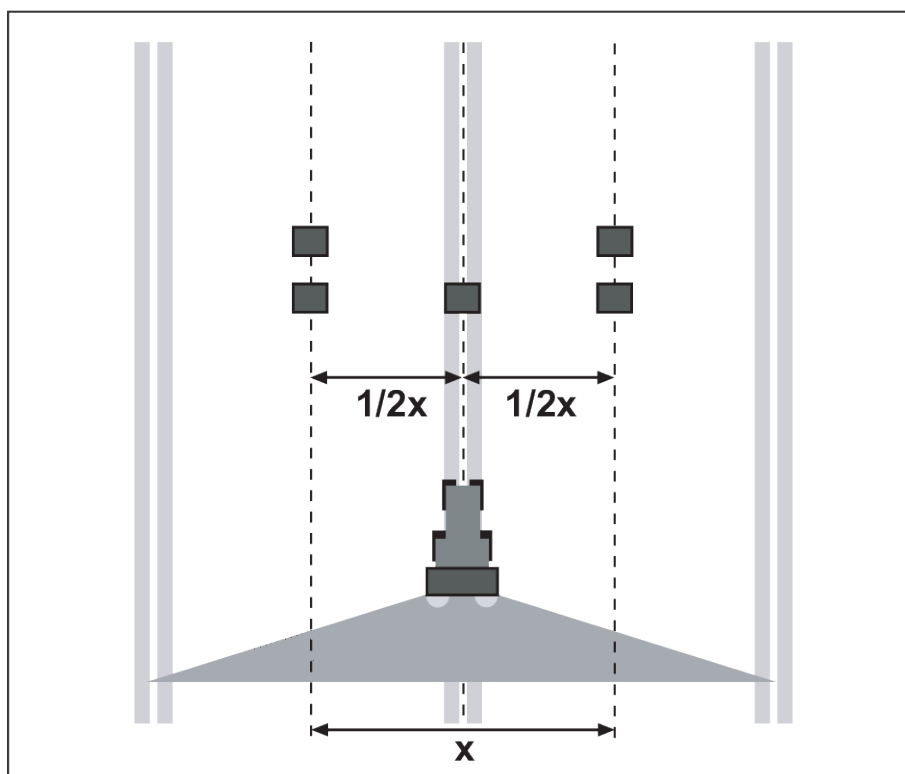

Рис. 51: Установка для одного прохода
- ▶ Установите по два поддона на расстоянии **1 м** один за другим в зонах перекрытия (между технологическими колеями) и один поддон внутри технологической колеи (согласно Рис. 51)